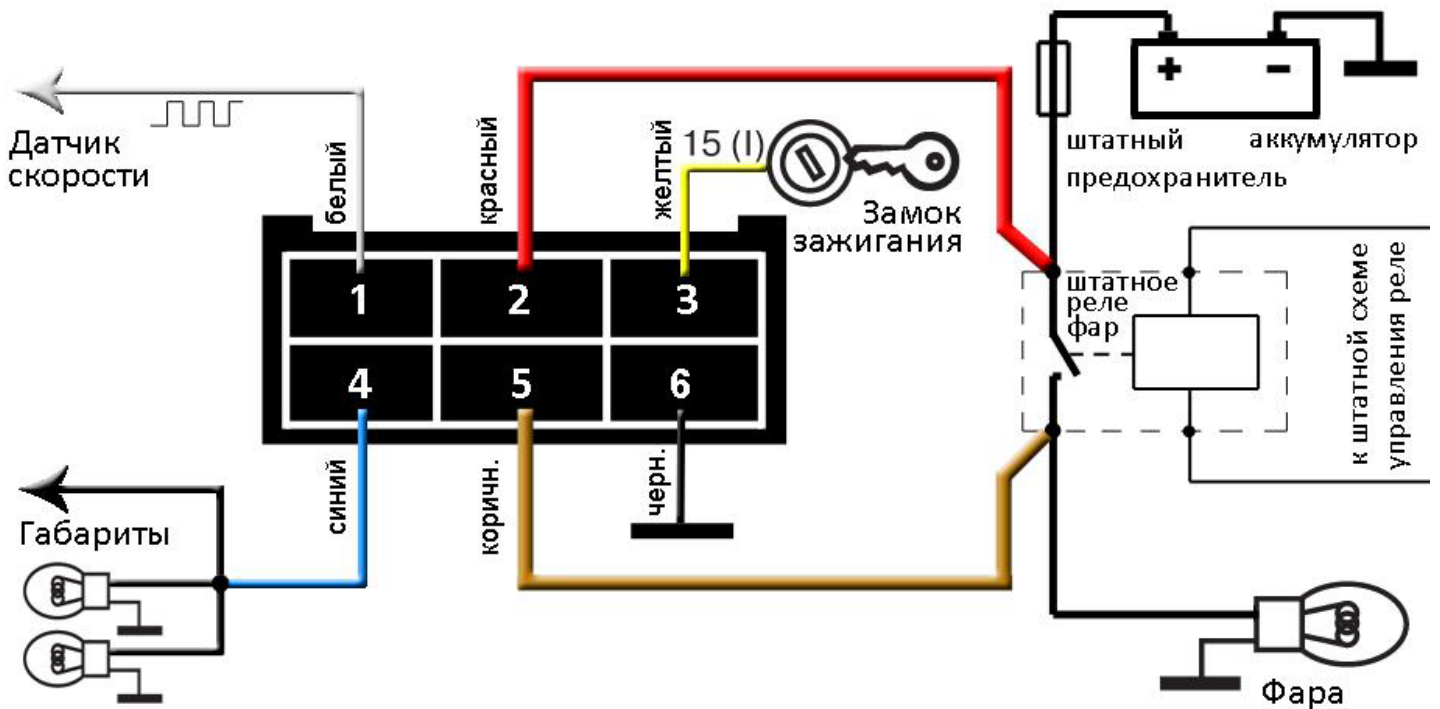

Рисунок 1
2. **Питание силовой части 12V** (сечение 1мм²). Подключается к проводу, в непосредственной близости от контакта штатного реле включения света, который подключен к напряжению питания – плюсовой клемме аккумулятора (см. рис.1).
5. **Дальний свет** (сечение 1мм²). Подключается к проводу, подключенному к контакту штатного реле включения света лампам дальнего света, который подключен к лампам фары (см. рис.1). Точка подключения должна быть как можно ближе к реле.
- 5. Корпус для силовой части** (сечение 1мм^2). Подключается к проводу, в непосредственной близости от контакта штатного реле включения света, который подключен к напряжению питания – плюсовой клемме аккумулятора (см. рис.1).